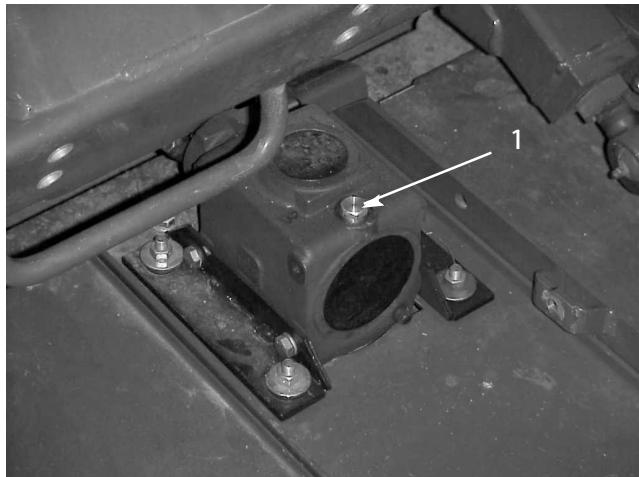

図5
2. ギア・ボックスの上部についているディップスティック兼給油プラグ(図5)を取り、オイルの量が、ディップスティックについている2本のマークの間にあることを確認する。油量が少なければ2本のマークの中間まで補給する。